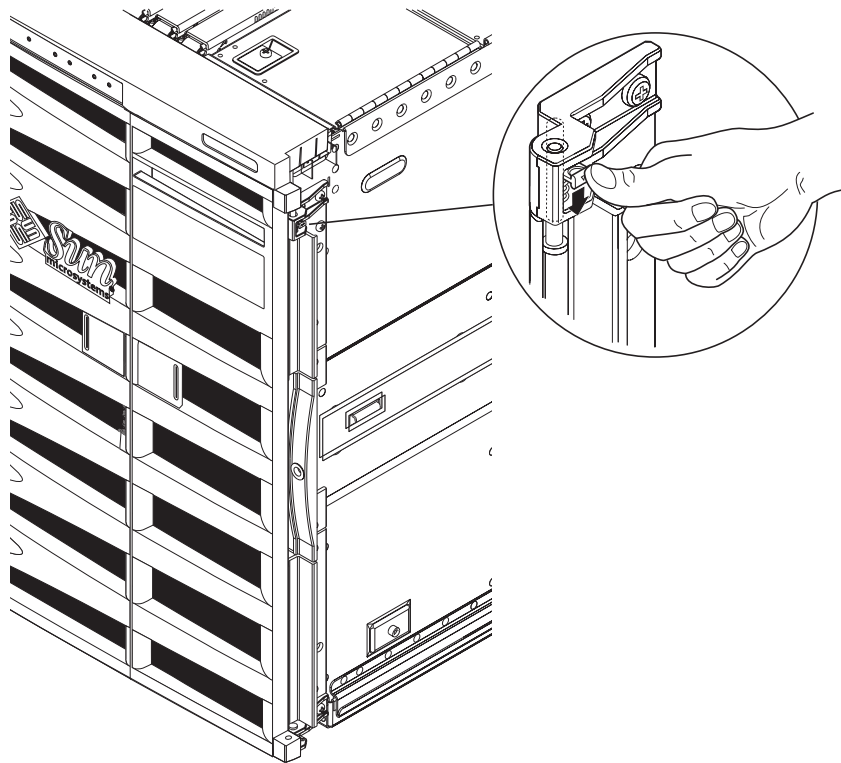

ABBILDUNG 1-8 Lösen des Türscharniermechanismus
1. Entfernen Sie die Frontblendentüren (ABBILDUNG 1-8).